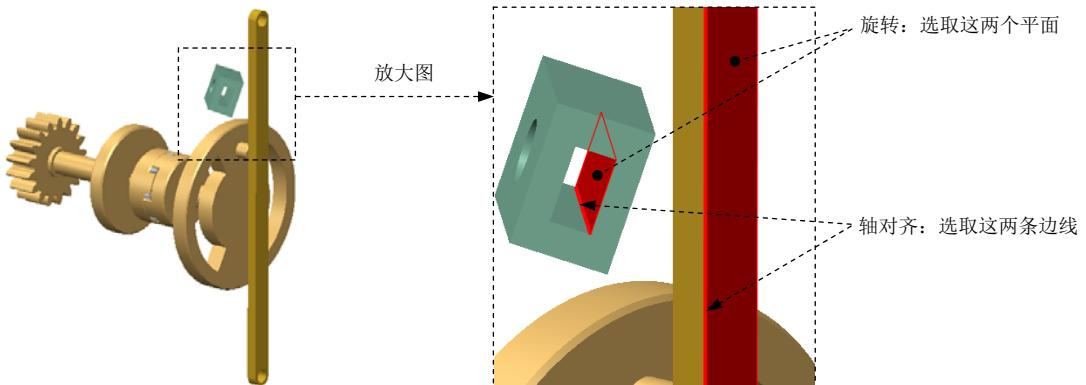

图 9.6.38 创建滑块（Slider）连接
Step13. 引入元件 slider.prt，并将其调整到图 9.6.38 所示的位置（在模型树中隐藏元件 BODY 和 MOTOR_ASM，取消隐藏元件 SPLINE、COUPLING_WHEEL 和 COUPLING_GEAR）。
- (1) 在连接列表中选取 **滑块** 选项，此时系统弹出“元件放置”操控板，单击操控板菜单中的 **放置** 选项卡。
- (2) 定义“轴对齐”约束。分别选取图 9.6.38 所示的两条边线为“轴对齐”约束参考，此时 **放置** 界面如图 9.6.39 所示。
(3) 定义“旋转”约束。分别选取图 9.6.38 所示的两个平面为“旋转”约束参考，此时 **放置** 界面如图 9.6.40 所示。